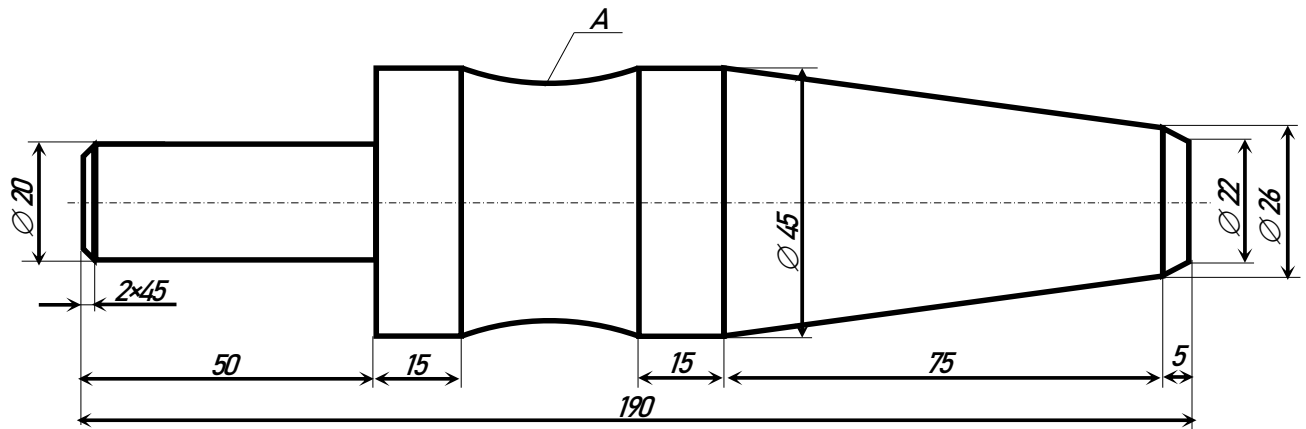

Рис. 1. Чертеж ножки
1. По чертежу выточить ножку (Рис.1).